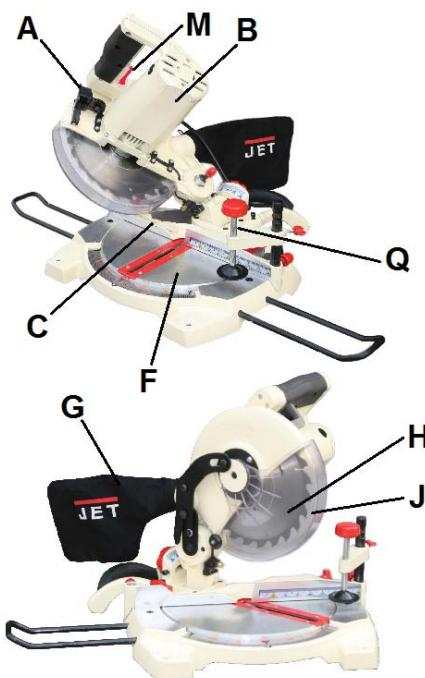

Рис. 1
- Мішок (G, Рис. 1) призначений для збору пилу. Мішок можна приєднати на штуцер у задній частині верстата.
- Пересуньте затиск (A, Рис. 1) у бік та за допомогою ручки повільно натисніть на ріжучу голову.